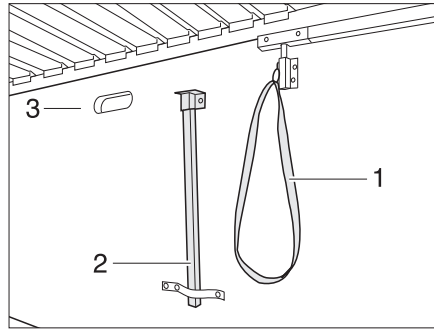

Fig. 100 Apoyo y desbloqueo
- Abrir la trampilla guardaobjetos y extraer el pie de apoyo (Fig. 100,2) de debajo de la cama.
- Tirar del lazo (Fig. 100,1) e inclinar la cama (Fig. 100,3) hacia abajo.